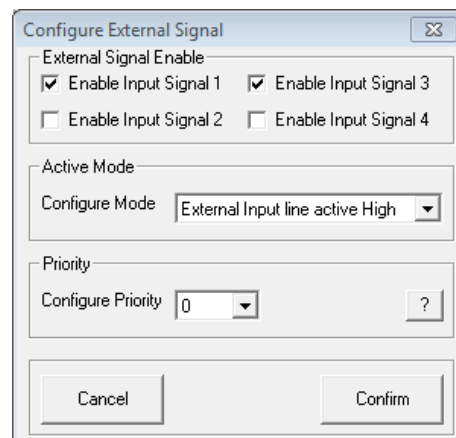

Abb. 38 Fenster „Configure External Signal“
- 1) Zum Konfigurieren der Schalteingänge rechts im Fenster unter „Extra Program“ auf die Schaltfläche „Configure“ klicken. Es öffnet sich das Dialogfenster „Configure External Signal“ (Abb. 38).